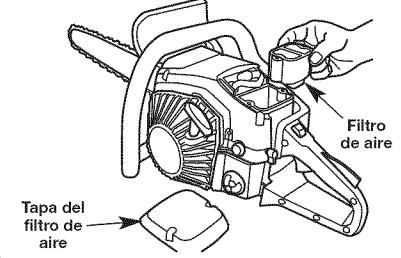

Fig. 51
- Quite la tapa del filtro de aire aflojando los tornillos de retención de la tapa (Fig. 51). La tapa se levantará.